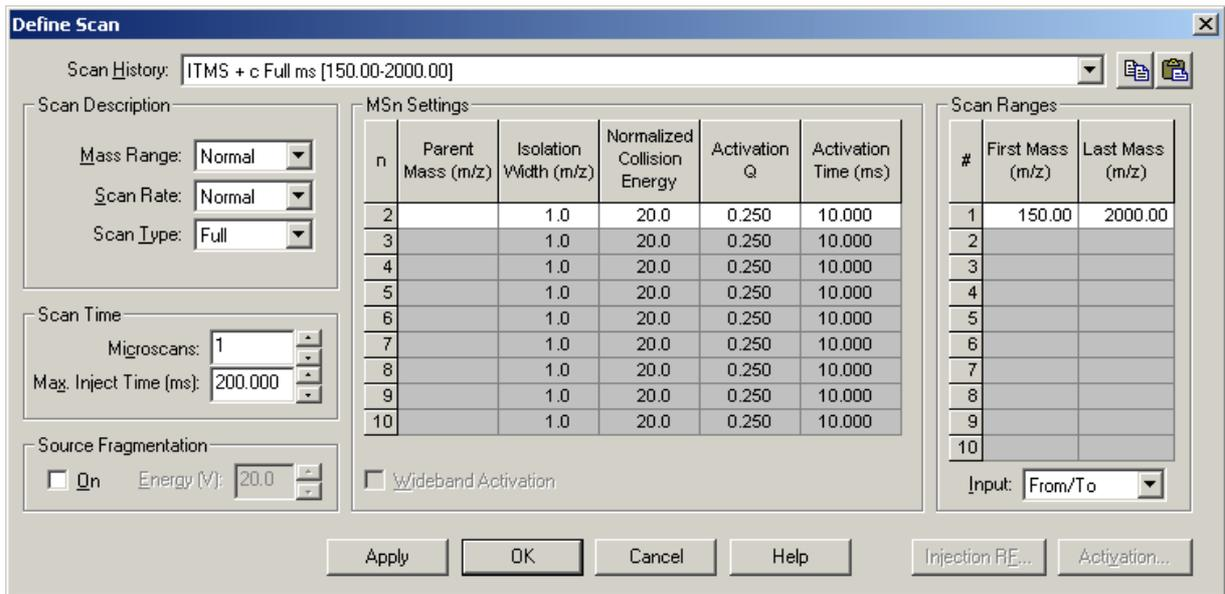

图3—5 Define Scan 对话框, 图中所示是 ESI/MS 操作的默认设定参数。
- k. 确定 Define Scan 对话框里的设定参数与图3—5所示相同。